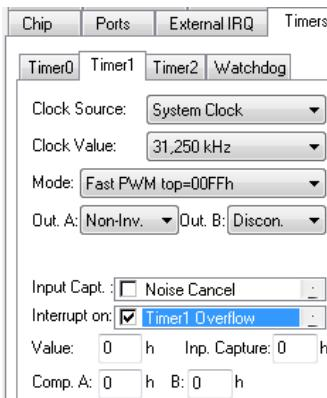

Рис. 5.19. Настройка таймера на режим Fast PWM аппаратной ШИМ
- 2) Во вкладке Timer1 настроить таймер на работу ШИМ. Для этого необходимо выставить режимы согласно рис. 5.19.